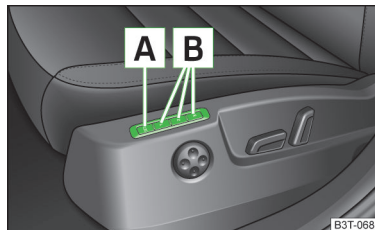

Fig. 71
La fonction de mémorisation de position du siège du conducteur permet de mémoriser des positions du siège du conducteur et des rétroviseurs extérieurs. Chacune des trois touches de mémorisation **B** » fig. 71 peut être affectée à un réglage différent.
- Appuyer sur la touche **SET** **A** » fig. 71.
- Appuyer sur la touche de mémorisation souhaitée **[B]** » fig. 71.
- Une fois le contact coupé, appuyer **brèvement** sur la touche de mémorisation souhaitée **[B]** » fig. 71.
- Appuyez sur une touche de mémorisation quelconque **[B]** » fig. 71 à la page 88 et maintenez-la enfoncée.
- Appuyez sur la touche [SET] [A] » fig. 71 à la page 88 et maintenez-la enfoncée. Appuyez simultanément sur la touche [ ] de la clé à radiocommande dans un laps de 10 secondes.